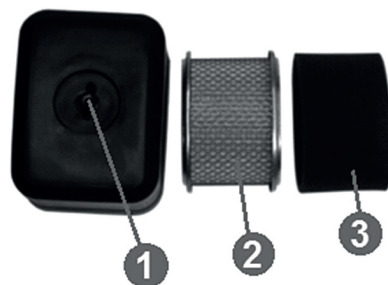

Рис. 21 Воздушный фильтр
1. Открутите барашковую гайку (1) и снимите крышку воздушного фильтра (Рис.21).
4. При незначительном загрязнении промойте поролоновый фильтрующий элемент (3) теплым мыльным раствором и просушите. Слишком грязный или поврежденный поролоновый фильтрующий элемент замените.